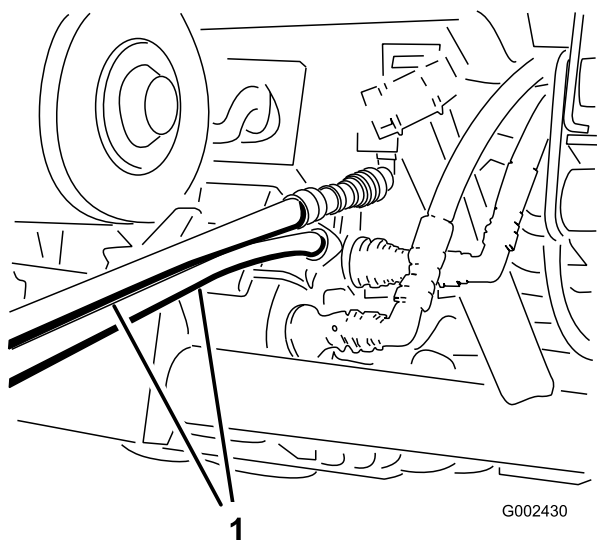

Figura 81
4. No outro veículo, ligue as duas mangueiras ao acoplador que ainda se encontra no suporte de acoplamento (ligue a mangueira superior ao acoplador superior e a mangueira inferior ao acoplador inferior (Figura 81). Tape as juntas desnecessárias.